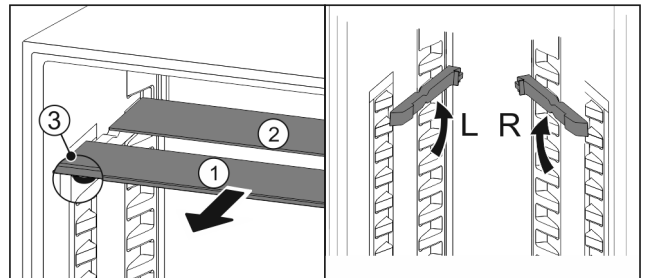

Fig. 88
- ▶ 将玻璃隔板逐个向前拉出 Fig. 88 (1)。
- ▶ 带装饰条的玻璃隔板 Fig. 88 (1) 在前。
- ▶ 阻挡装置 Fig. 88 (3) 指向下方。